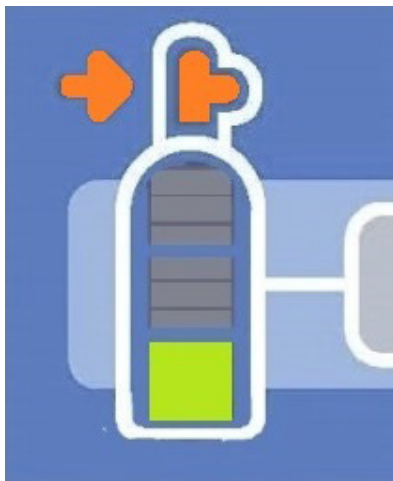

FIGURA 7: INDICADOR DE PRESSÃO BAIXA
- Se for o indicador de baixa pressão, como visto na Figura 7, a parte superior do indicador acenderá na cor âmbar, indicando que o ACM não está detectando a pressão adequada do cilindro. Verifique se a válvula do cilindro de gás está totalmente aberta e se o cilindro conectado não está vazio.